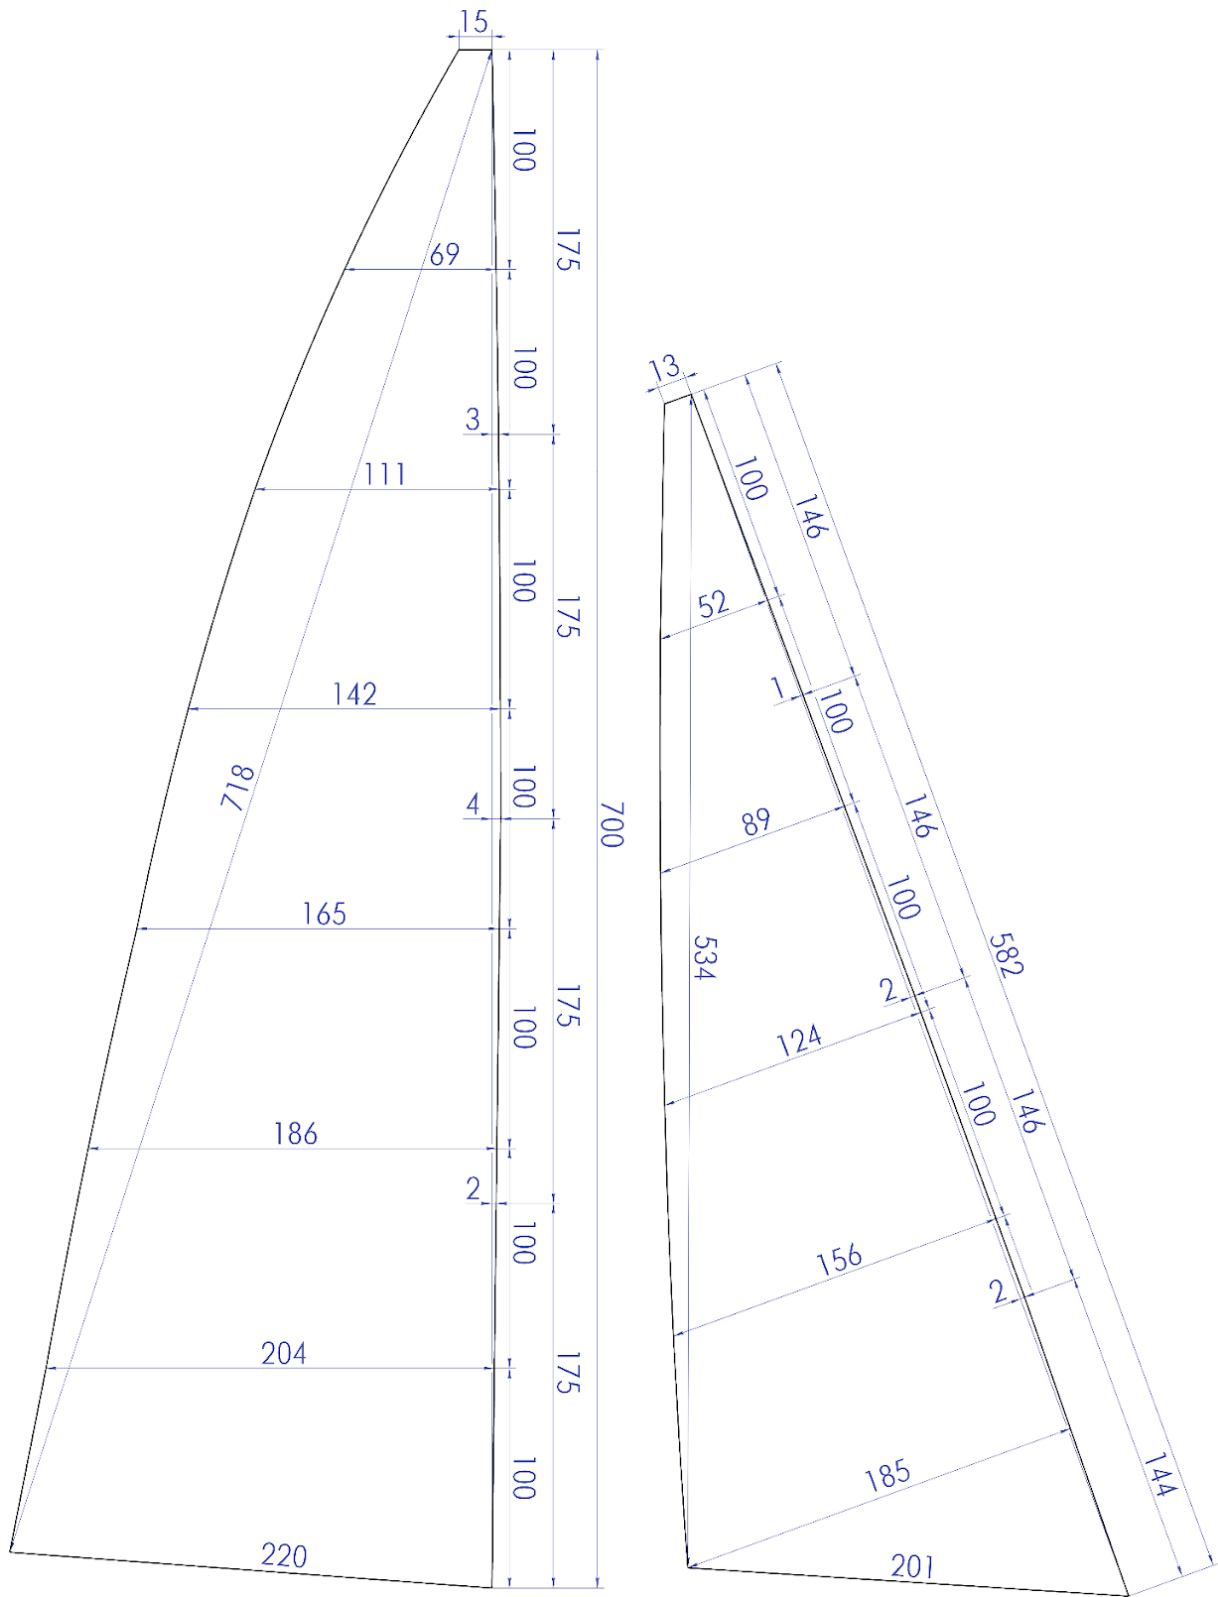

Figure 4 : Plan de voile
5.2 Les voiles plus petites sont autorisées, à condition qu'elles rentrent dans les limites maximales indiquées à la figure 4.